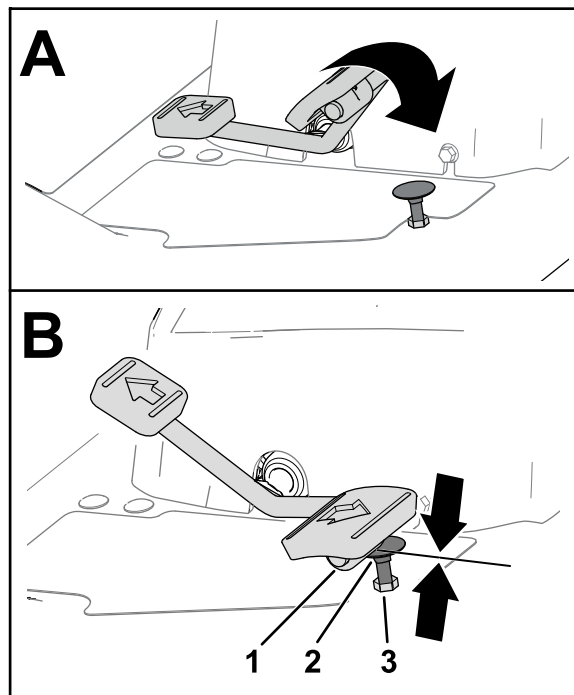
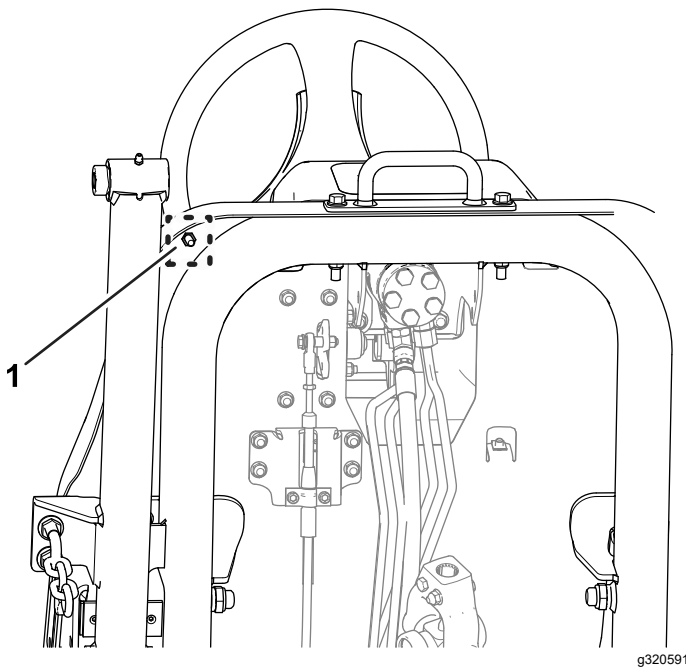

図 77
図 78
1. 走行ペダルを前進一杯に押し込む 図 77。
- A. レンチでペダルストップを押さえる 図 77。
- B. フットレストプレートの底部についているジャムナットをゆるめる 図 78。
- C. 走行ペダルを前進一杯にする図 77。
- D. ペダルストップを押さえておいて、フットレストプレートの上側にあるジャムナット図 77を調整して走行ペダルをストップに接触させる。
- F. ペダルストップを押さえた状態でフットレストプレート底部のジャムナット図 77 と 図 78 を 37-45 N·m 3.7-4.6 kg·m = 27-33 ft·lb にトルク締めする。